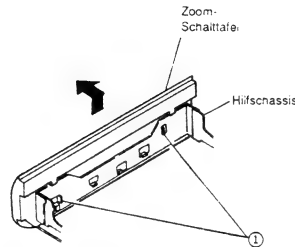

Abb. 2-28
- Zwei (2) Laschen freigeben und die Zoom-Schalttafel in Richtung des Pfeiles von dem Hilfschassis abnehmen (siehe Abb. 2-28).